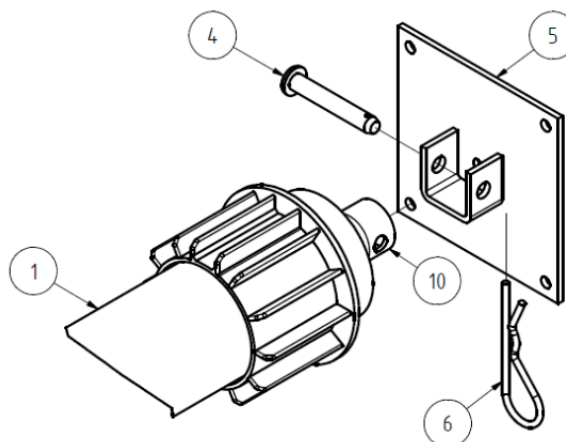

Abbildung 4: Montage Antriebslager
Führen Sie den Steckzapfen rund (10), wie in Abbildung 4 dargestellt, in die Aussparung des Antriebslagers (5). Verbinden Sie den Steckzapfen rund (10) mit dem Antriebslager (5), indem Sie den Steckbolzen (4) durch die Bohrungen führen und mit dem Federstecker (6) sichern.